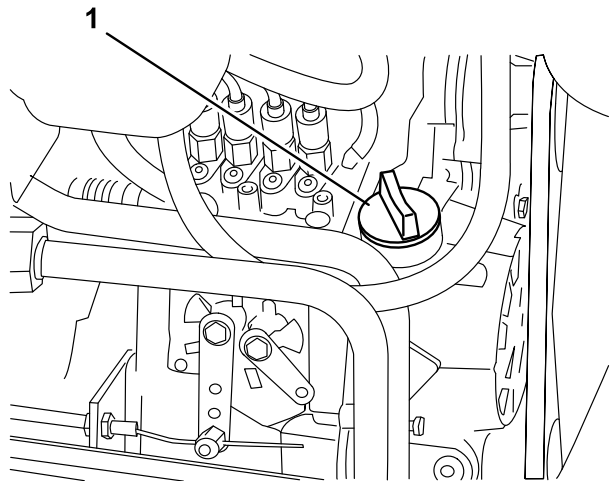

図 30
- 不足している場合は、キャップ (図 30) を取り、Full 位置までオイルを補給する。入れすぎないこと。